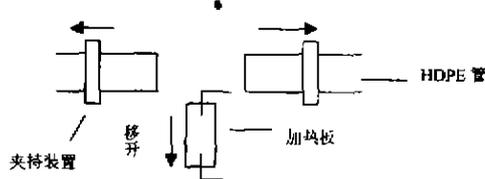

图5 撤离发热工具切换示意图
4.2.3 加热时间到了以后,迅速减压,撤离发热工具(如图5)。